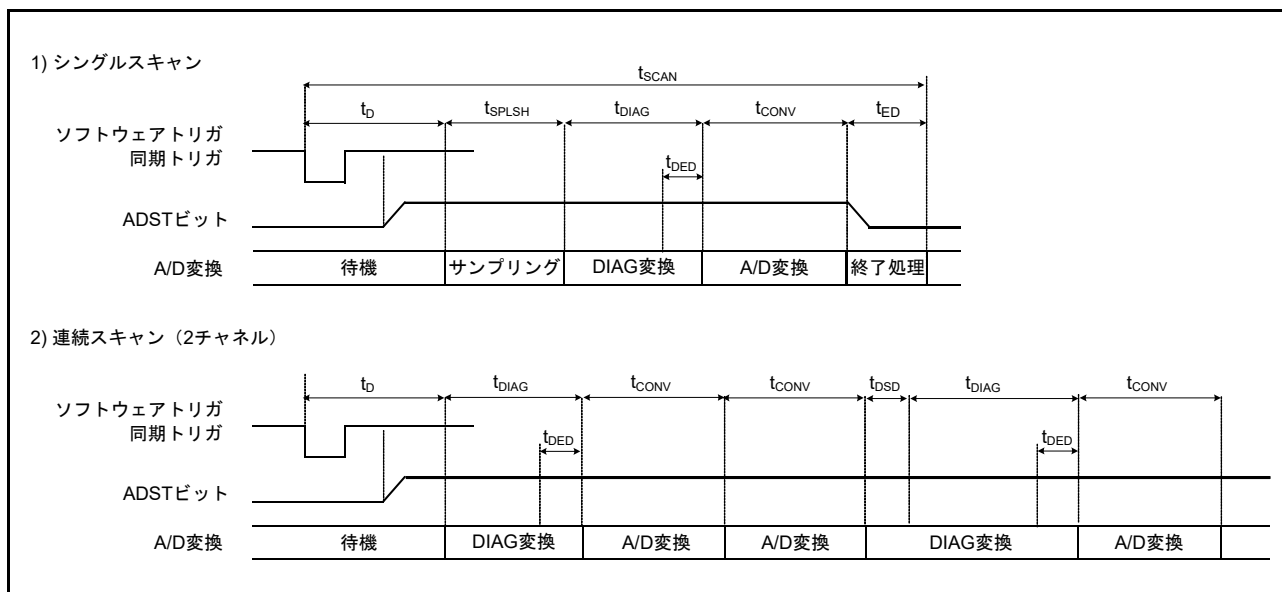
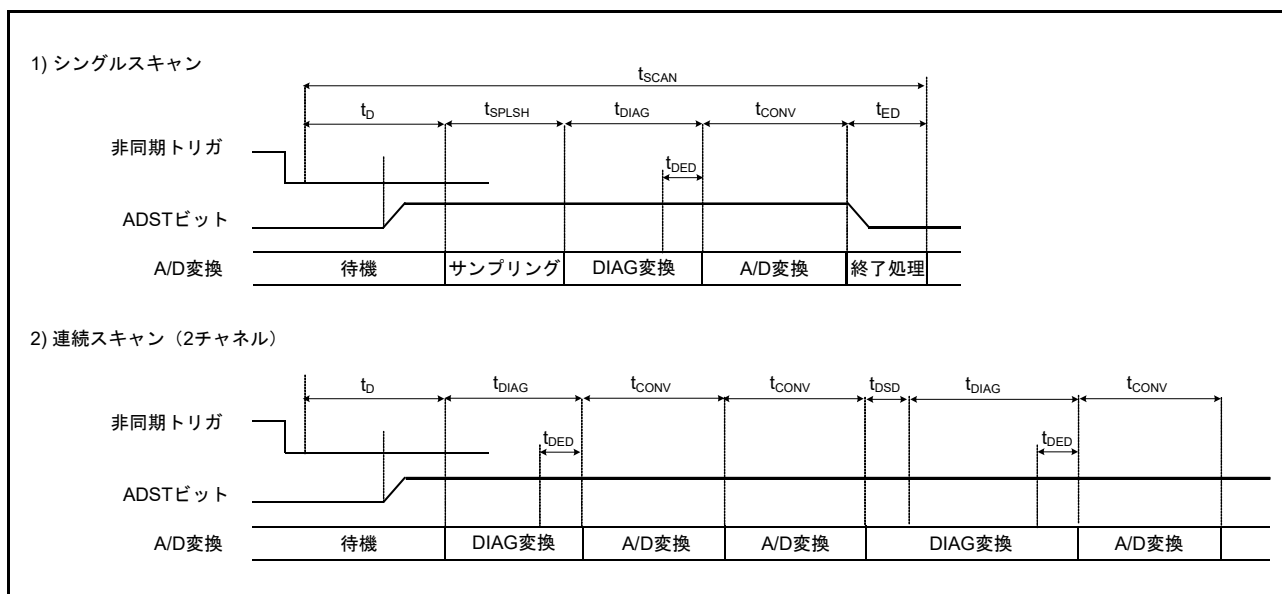

図 42.34 スキャン変換のタイミング (ソフトウェア起動または同期トリガ入力 (ELC) 起動の場合)
図 42.35 スキャン変換のタイミング (非同期トリガ入力 (ADTRG0) 起動の場合)
図 42.34 に、ソフトウェアトリガと同期トリガ (ELC) 起動によるスキャン変換を行う場合のタイミングを示します。また、図 42.35 に、非同期トリガ (ADTRGn) 起動によるスキャン変換を行う場合のタイミングを示します。スキャン変換時間 (t_{SCAN}) は、スキャン変換開始遅延 (t_D)、チャンネル専用サンプル&ホールド回路処理時間 (t_{SPLSH}) (注 1)、断線検出アシスト処理時間 (t_{DIS}) (注 2)、自己診断変換時間 (t_{DIAG}) (注 3)、A/D 変換処理時間 (t_{CONV} および t_{DSD})、チャンネル専用サンプル&ホールド回路終了処理時間 (t_{SHED}) (注 4)、スキャン変換終了遅延 (t_{ED}) を含めた時間となります。
- 注 1. t_D、t_{SPLSH}、t_{DIAG}、t_{CONV}、t_{ED} の各タイミングについては、図 42.34 および図 42.35 を参照してください。